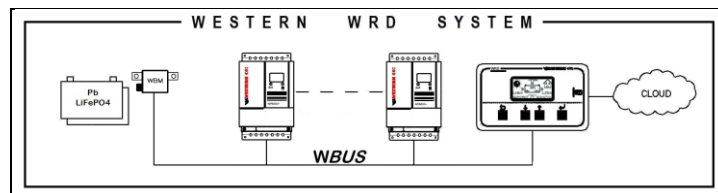

Fig. 3 Schéma illustratif du WESTERN WRD SYSTEM
- 2) **Attente (~30 s.) jusqu'à ce que l'écran affiche l'animation dans l'icône de la batterie (fig. 3 - indicateur du courant de recharge)**